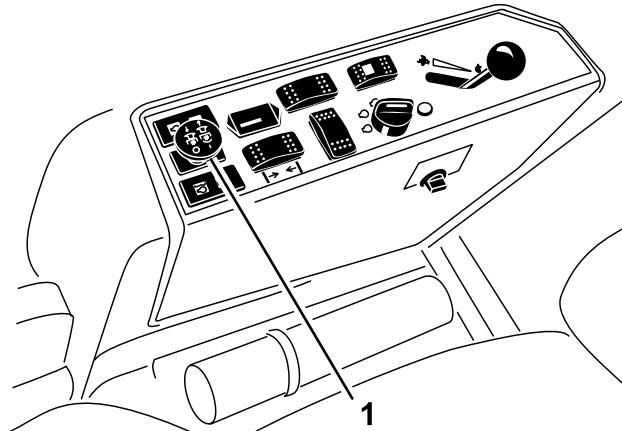

図 23
3. PTO スイッチを引くと PTO が作動を開始する図 23。